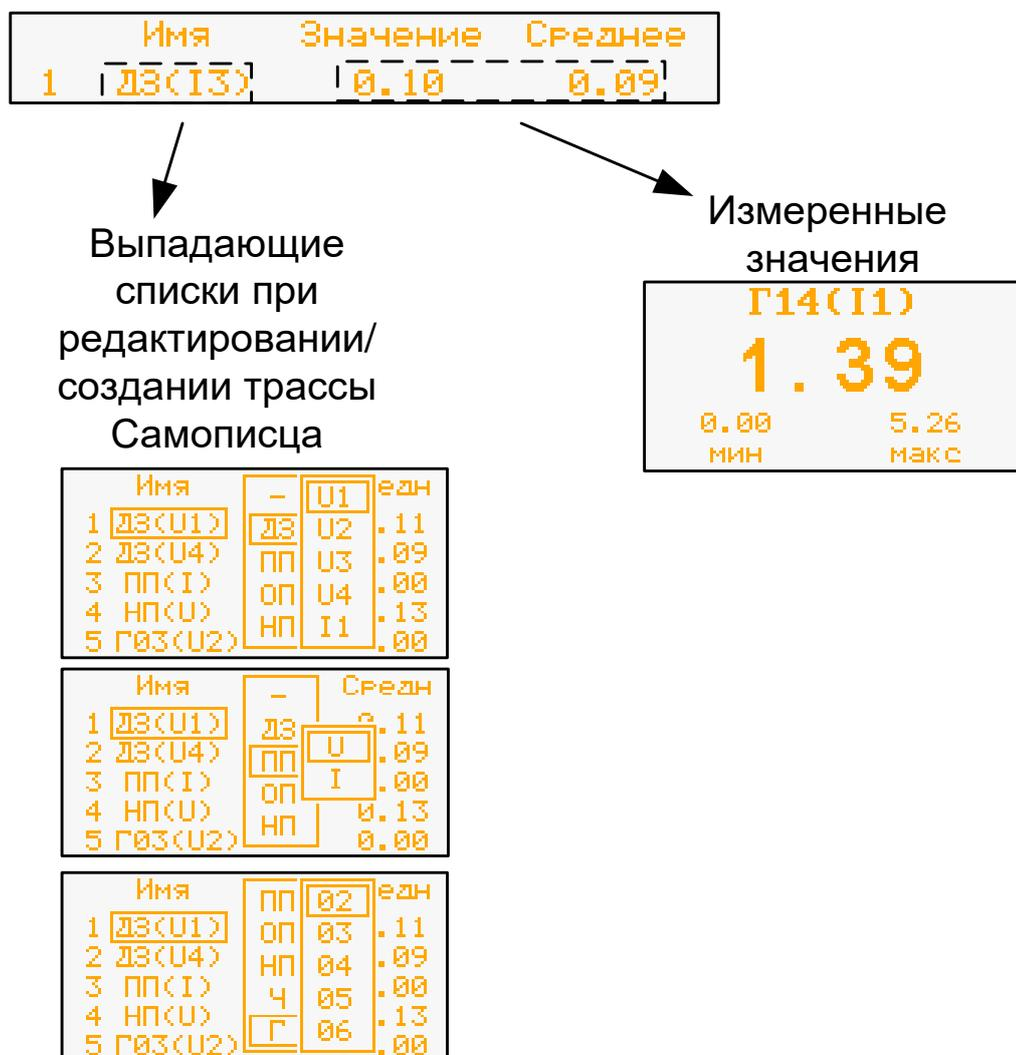

Рисунок 76 – Выпадающие списки и кадры нижнего уровня меню
6.5.5.1 Редактор параметров функции «Самописец» (рисунок 76) предназначен для просмотра, создания, удаления трасс функции «Самописец», а также просмотра текущих значений контролируемых параметров.